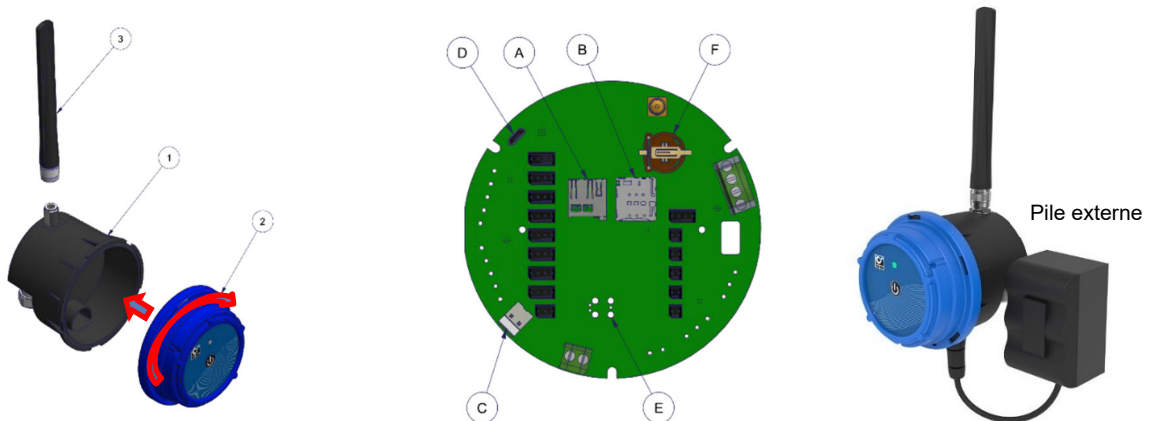

Figure 3 Assemblage corps (1) & tête (2)
1. Connectez l'antenne (3) au produit (si présente) (1).
2. Insérez la carte SIM dans le socle (si présente) (B).
4. Fermez le corps (1) en tournant la tête (2), voir Figure 3 ci-dessous.  **Aucun effort ne doit apparaître !** Si les deux parties du boîtier ne s'emboîtent pas correctement, assurez-vous qu'il n'y a pas de fils pincés ou de débris présents.